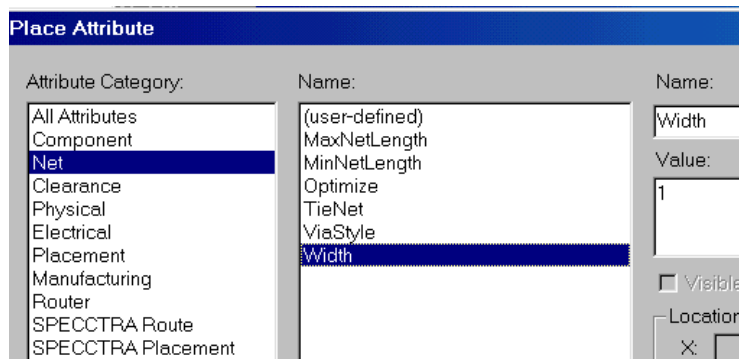

Рис. 6-35 Задание ширины проводников
- 3) На панели **Place Attribute** (разместить атрибут) в окне *Attribute Category* выберите категорию *Net*, в окне *Name* укажите имя атрибута *Width* (ширина) и в окне *Value* наберите его значение - **1mm**, как показано на рис. 6-35 и нажмите кнопку **Close**.